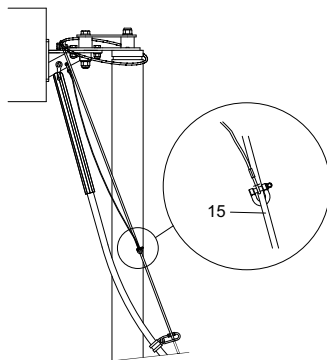

Рис. 12 Страховочный трос
16. С помощью скобы закрепить верхний конец страховочного троса в отверстии (поз. 31) кронштейна верхнего крепления. На другом конце страховочного троса имеется скоба, через которую должен проходить подъемный трос. См. рис. 12.